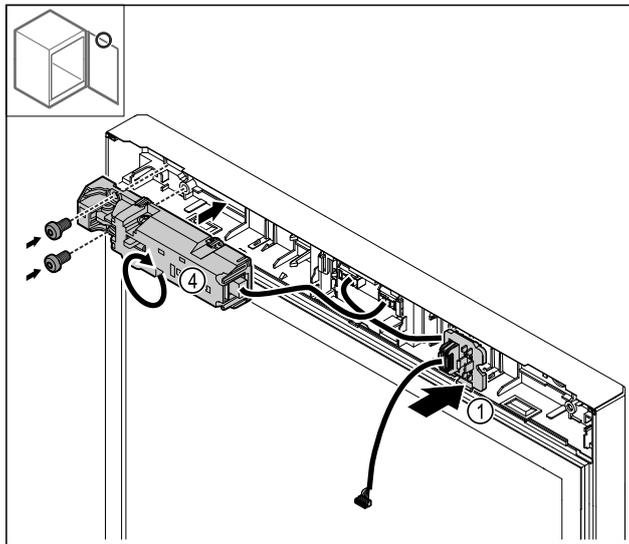

Fig. 28
- ▶ Steckerhalterung Fig. 28 (1) auf Gegenseite einrasten.
- ▶ Elektrisches Schloss Fig. 28 (4) um 180° drehen und auf Gegenseite befestigen.